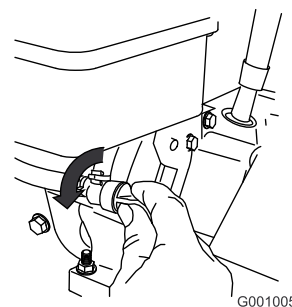

Figure 22
3. Tournez le robinet de carburant dans le sens anti-horaire pour l'ouvrir (Figure 22).